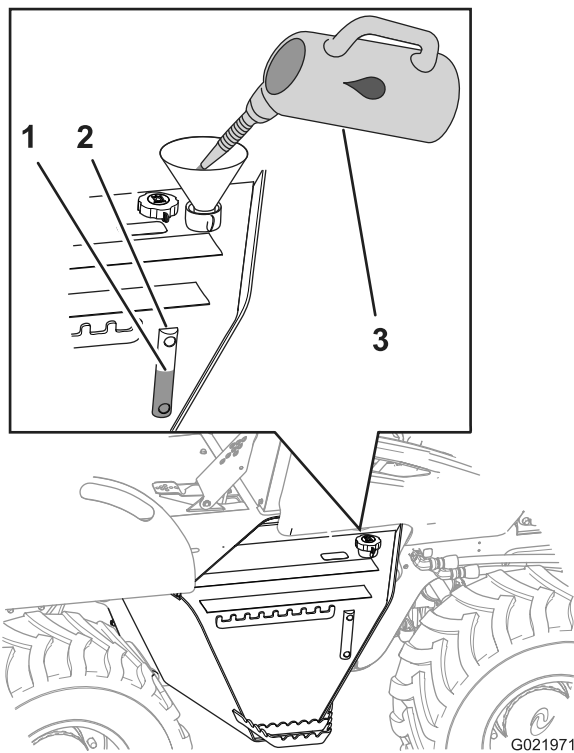

Bild 93
- Füllen Sie den Hydraulikölbehälter mit der angegebenen Hydraulikölsorte, bis der Ölstand in der Mitte des Schauglases ist (Bild 93).
- Setzen Sie den Fülldeckel bzw. Entlüfter auf (Bild 93).